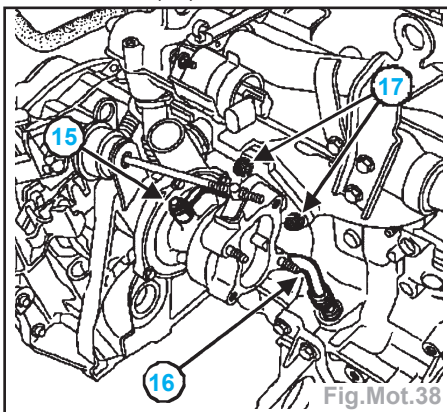

Fig.Mot.38
- Déposer (Fig.Mot.38) :
- le tuyau (15) d'arrivée d'huile,
- le conduit (16) de retour d'huile,